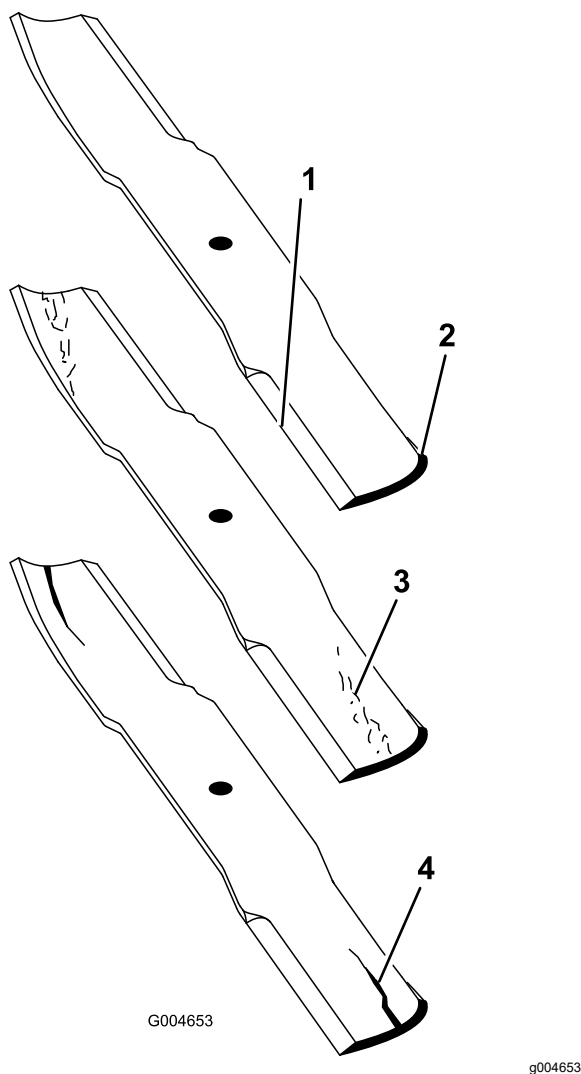

Bild 131
2. Prüfen Sie die Schnittkanten des Messers sorgfältig, insbesondere dort, wo die geraden Flächen die gebogenen berühren (Bild 131).
Hinweis: Da Sand und anderes reibendes Material das Metall abschleifen kann, das die flachen mit den gebogenen Teilen verbindet, müssen Sie das Messer vor jedem Einsatz des Rasenmähers prüfen. Wenn Sie Abnutzungen feststellen (Bild 131), sollten Sie das Messer auswechseln.